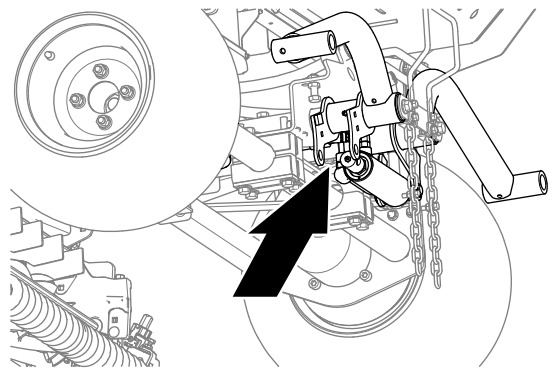

Figure 11
1. Placez un bac de vidange sous les raccords hydrauliques du vérin de levage (Figure 11).